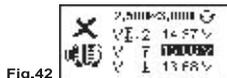

Fig.42
6. Se le tensioni di carica, minima o massima, non sono entro i limiti di tensione, lo strumento visualizzerà una delle schermate qui sotto (Fig.42 e Fig.43) e evidenzierà il dato, fornendo indicazione all'utente di controllare il sistema di ricarica.